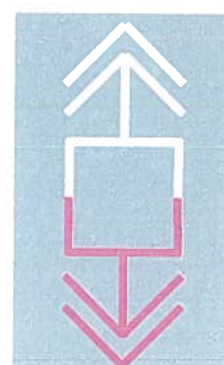

Fig. 7.30
- Lipsă tensiune pe unul din poli și stare „necunoscută” pe celălalt pol (fig. 7.30);